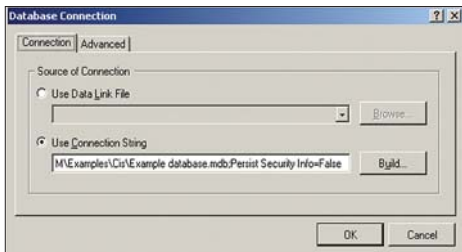

Рис. 7. Выбор способа подключения к внешней базе данных
14. Находясь в режиме редактирования файла связи, выполним команду меню Tools/Database Connection. Откроется окно Database Connection (рис. 7), в котором на вкладке Connection задается способ связи с базой данных.